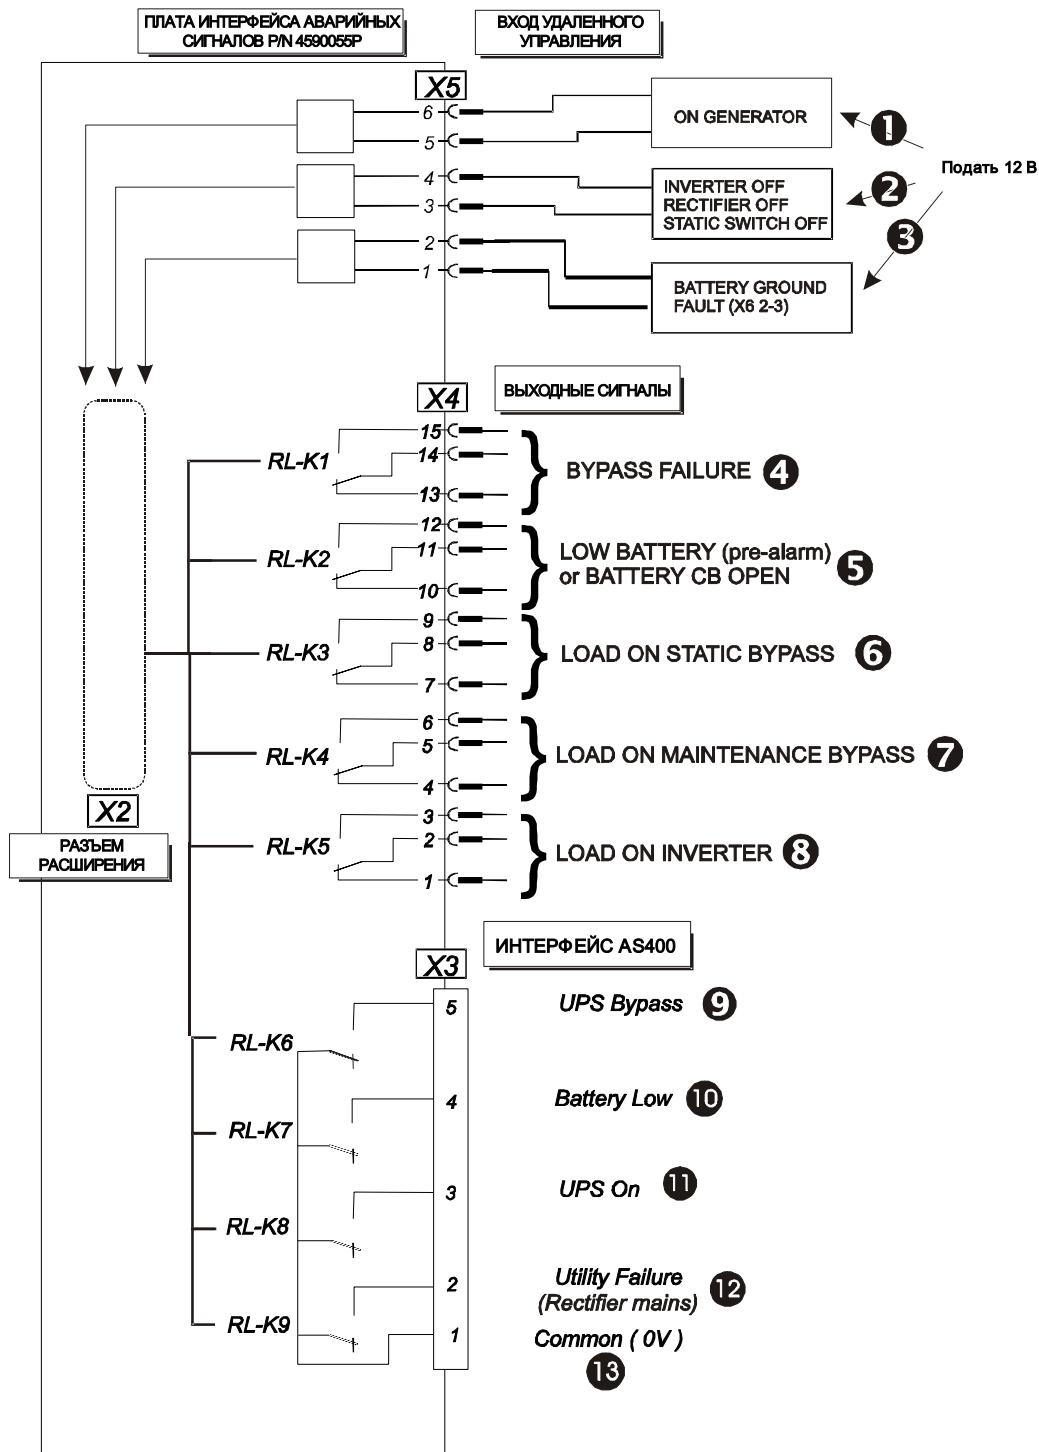

Рисунок 12.2 – Плата интерфейса аварийных сигналов AS400 (P/N 4590055P)
- 1) Удаленное управление осуществляется путем подачи сигналов управления (12 В пост. или перем. тока) к клеммному разъему X5, как показано на Рис. 12-2.